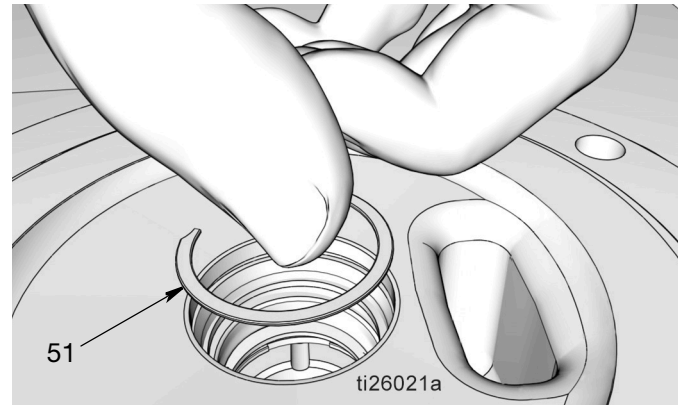

FIG. 34
- f. Coloque el clip de retención (51) (FIG. 34). Deberá percibir un "clic" cuando se asienta correctamente el clip de retención en la ranura.